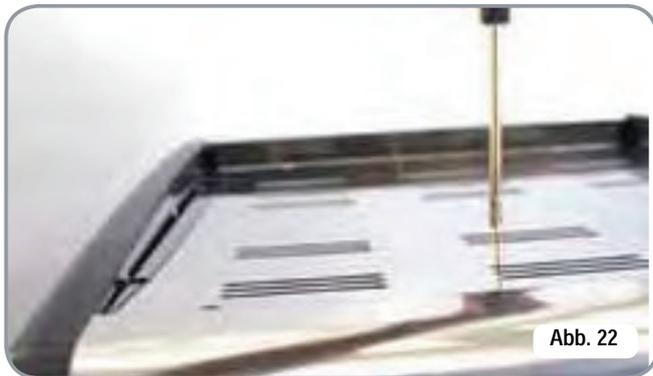

Abb. 22
- Die zentrale Schraube der oberen Tafel ausschrauben (Abb. 22);